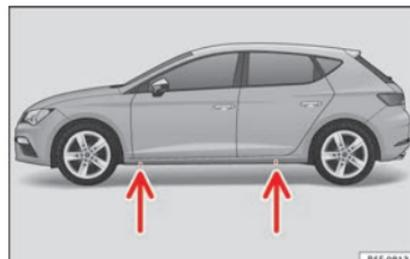

Fig. 73 Travesaño: marcas.
- Busque en el larguero la marca del punto de apoyo del gato (zona hundida) más cercana a la rueda a cambiar » » fig. 73.